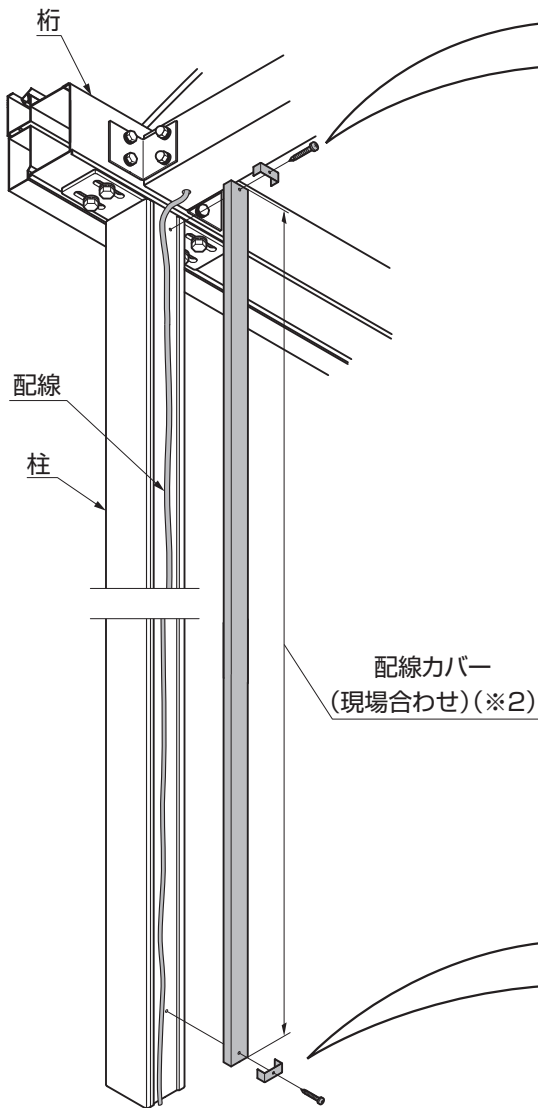

図2-9
- 配線カバー(※2)は現場に合わせて切断してください。(図2-9参照)